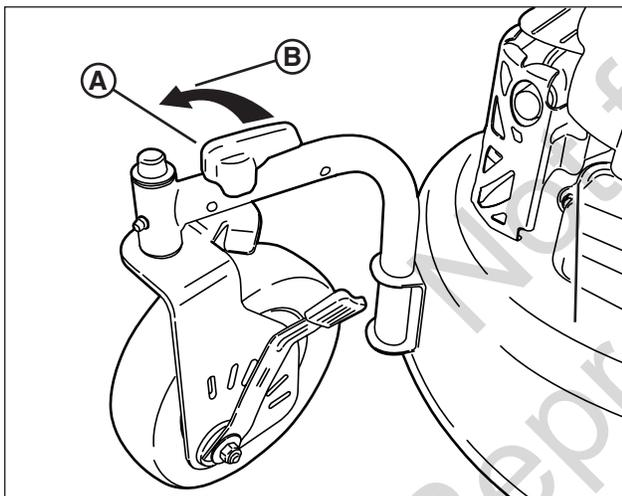

Figure 5: Verrouiller les roues pivotantes
2. Placer les boutons de verrouillage de pivotement (**A**, **Figure 5**) en position « verrouillage » (représentée) pour bloquer les roues en position avant.